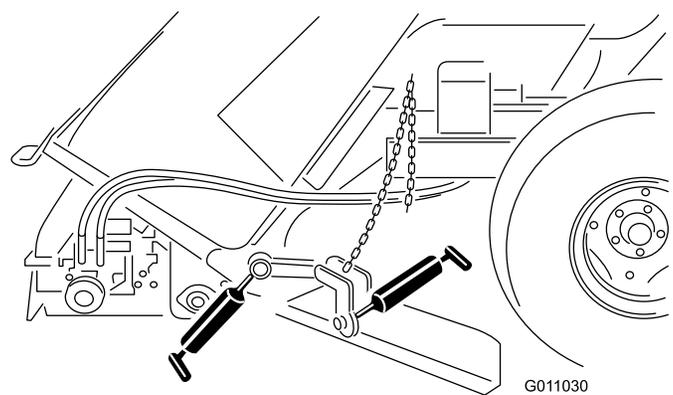

Рисунок 37
- Крепление валковой лопасти (Рисунок 37).
- Ступица валковой лопасти (Рисунок 37).